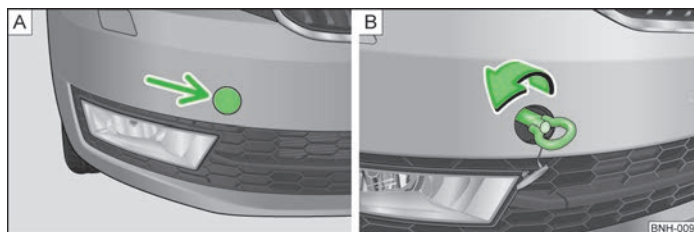

Fig. 119 Bara de protecție față: Capacul / montarea cârligului de tractare
- Apăsați pe partea stângă a capacului, în sensul indicat de săgeată » fig. 119 - A.
- Înșurubați cu mâna cârligul de tractare, până la limită » fig. 119 - B.